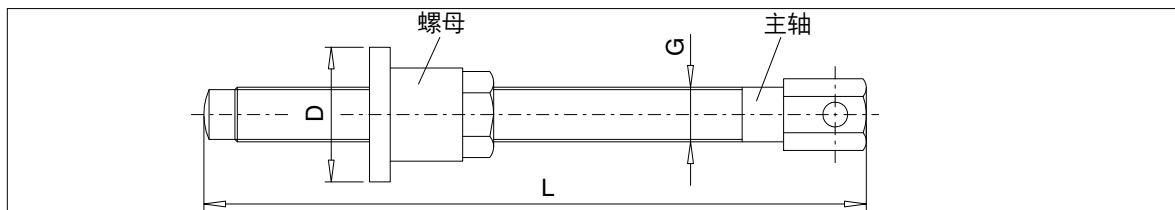
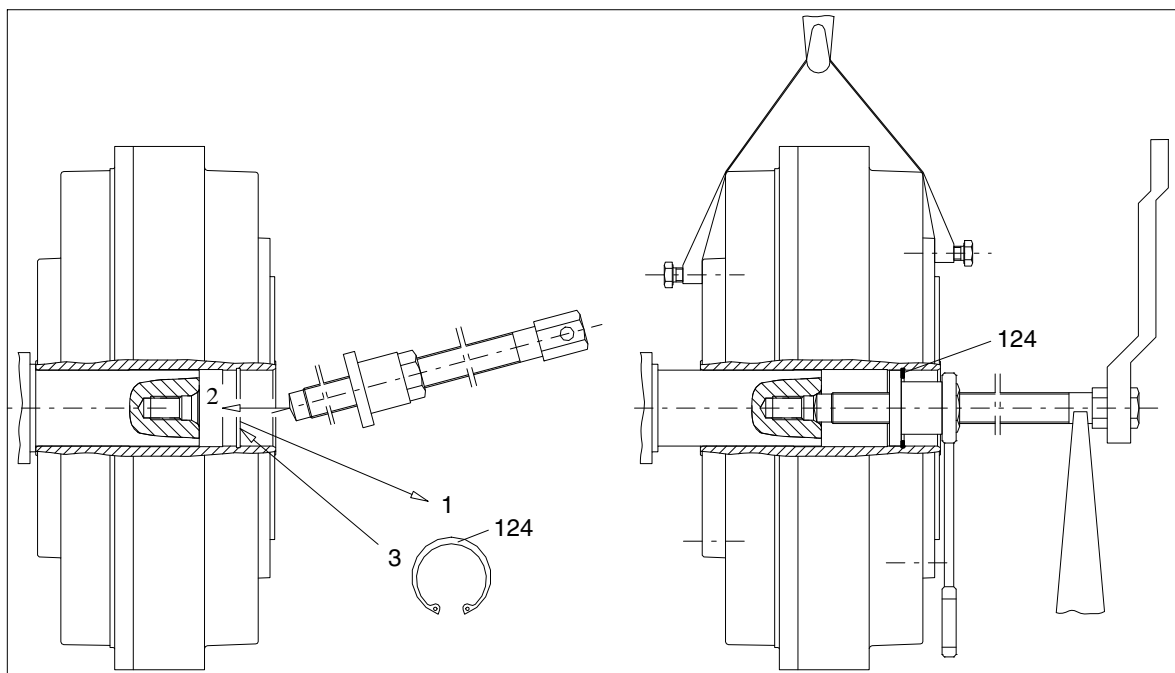

图 12: 拆卸规格 222 ~ 342 -a
图 13: 拆卸规格 222 ~ 342 -b
借助一个特殊拉拔器按照插图 12 进行拆卸。为此通过开槽螺母这样安放主轴，以便开槽螺母的轴环(D)在卡环 (124) 的空刀槽后(插图 13)。为了避免主轴不腐蚀，在压力表面和螺纹涂上润滑剂 (比如 Molykote)。